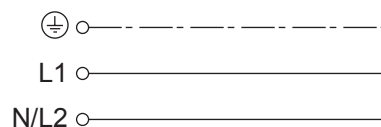

Ilustración 36: Esquema de conexiones de la alimentación de la etapa de potencia para un equipo monofásico
- ▶ Conecte el cable de red (Ilustración 36). Tenga en cuenta el par de apriete prescrito para los tornillos de bornes.